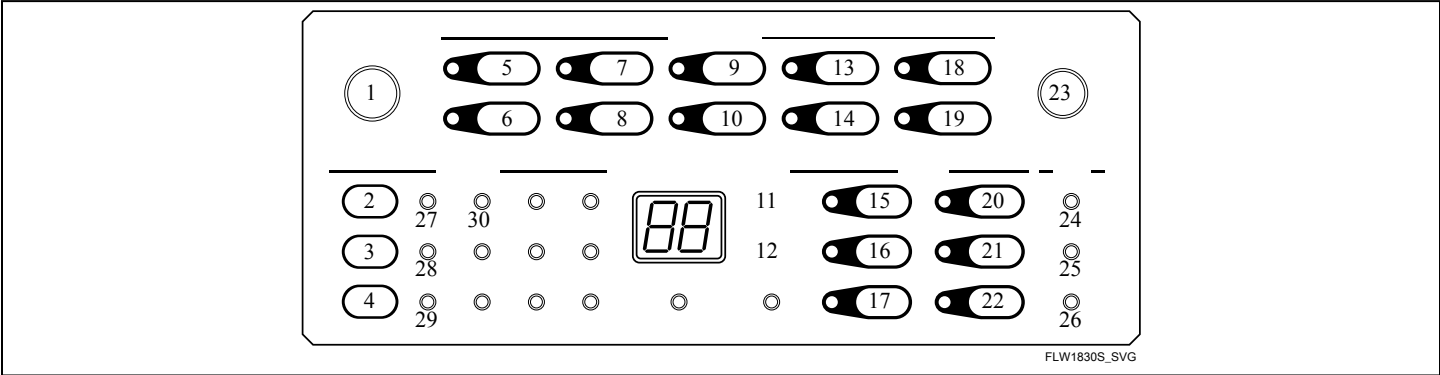

Figura 2
Enquanto estiver no modo Start (Iniciar), entre pressionando as teclas 3 e 9. Consulte a *Figura 2*.
Enquanto estiver no modo Iniciar, entre pressionando as teclas 3 e 14. Consulte a *Figura 2*. Para sair deste modo, pressione as duas teclas usadas para entrar nele, pressione a tecla Ligar/Cancelar, ou desligue a máquina.
Este modo é usado para aumentar os níveis de enchimento de água da máquina oferecendo maior flexibilidade ao usuário. Para entrar nesse modo, primeiro desligue o controle, coloque o interruptor DIP de nível de água padrão/mais alto em ON (Ligado) e ligue o controle. Em seguida, enquanto estiver no modo Start (Iniciar), pressione as teclas 8 e 14 para entrar no modo Extra Water (Água extra). Consulte a *Figura 2*.
Enquanto estiver no modo Iniciar, entre pressionando ambas as teclas 2 e 9. Consulte a *Figura 2*.
O Rainbow Pizzazz Display pode ser ligado ou desligado pressionando as teclas 9 e 10 durante o modo Start (Iniciar). Consulte a *Figura 2*. Em caso de falta de energia, o controle lembrará se o Rainbow Pizzazz Display foi ligado ou desligado.
Enquanto estiver no modo Start (Iniciar), entre pressionando as teclas 3 e 8. Consulte a *Figura 2*. O controle permanecerá no modo Start até que essas teclas sejam pressionadas novamente. Quando sair do modo Start, o controle entrará no modo Iniciar e restaurará todas as seleções do usuário de volta para os padrões de fábrica.
durante a centrifugação quando uma carga ficar desequilibrada ou não for capaz de alcançar altas velocidades de centrifugação devido à água e/ou à espuma. Enquanto estiver no modo Iniciar e dentro de cinco minutos após o controle ser ligado, pressione as teclas 8 e 13. Consulte a *Figura 2*.
Enquanto estiver no modo Start (Iniciar), entre pressionando as teclas 7 e 8. Consulte a *Figura 2*. Para sair deste modo, pressione as duas teclas usadas para entrar nele, ou pressione a tecla Power/Cancel (Ligar/cancelar), ou desligue a máquina.
O controle tem a capacidade de prolongar o tempo de um ciclo para ajudar a eliminar a espuma. Enquanto estiver no modo Start (Iniciar) e dentro de cinco minutos após o controle ser ligado, pressione as teclas 2 e 3 para entrar neste modo. Consulte a *Figura 2*.
2. Pressione as teclas com os números 2 e 7 ao mesmo tempo. Consulte a *Figura 2*.